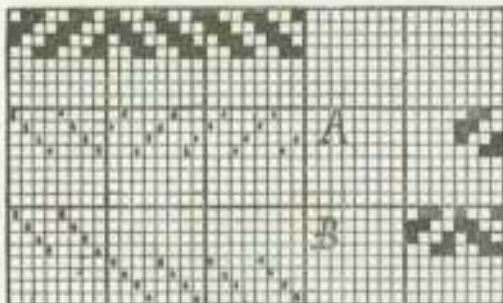

Fig. 20.
b) Sono pure in più corpi le rimesse che servono ad effetti di catena per fondo in stoffe semplici, come vedesi nella fig. 20, lettera B, nella fig. 21 lettera D ed E, nella fig. 22 lettera H.